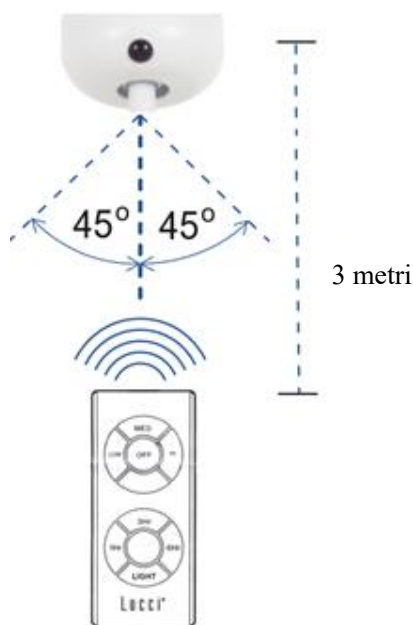

Fig. 12
**Distanza operativa/posizione del telecomando IR (Fig. 12)**